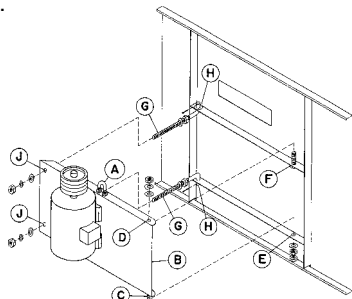

Figura 18 - Montaje de Motores Exteriores
1. Estudiar la figura 18 antes de montar la base del motor sobre la unidad.
1. Colocar el armazón en la parte alta del cilindro de descarga. (Ver figura 18).